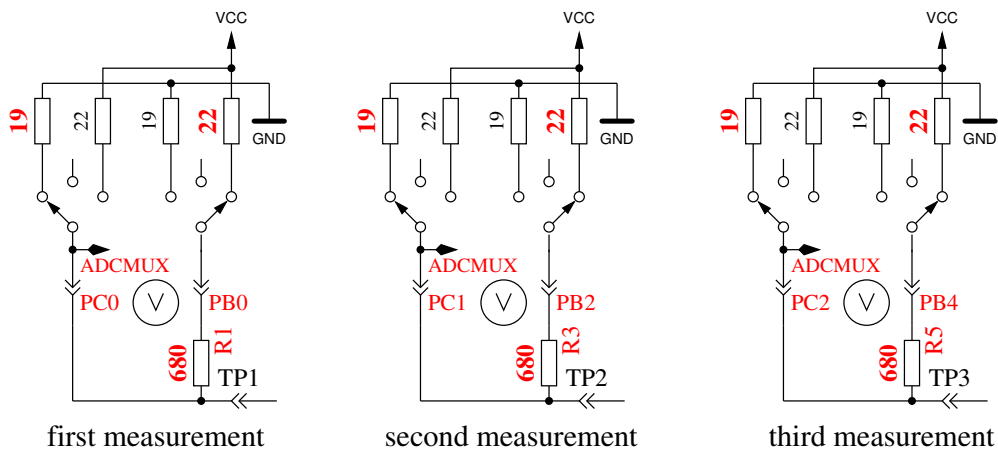

Abbildung 5.33: Messung des Innenwiderstandes von auf GND geschalteten Port C Ausgängen.
- Dieser Schritt testet die **Fähigkeit von mit GND (-) verbundenen 470kΩ Widerständen (H) die Testpins auf GND zu ziehen**. Zeile 1 zeigt den Text „RH-“. Zeile 2 sollte für alle drei Pinne Null mV anzeigen.
- Dieser Schritt testet die **Fähigkeit von mit VCC (+) verbundenen 470kΩ Widerständen (H) die Testpins auf VCC zu ziehen**. Zeile 1 zeigt den Text „RH+“. Der bestmögliche mV Wert für die drei Messungen wäre 5001 in Zeile 2. Große Abweichungen vom Idealwert für Schritt 5 und 6 sind Fehler wie Isolations Problem, Flußmittelreste oder beschädigter Port.
- Messung des Innenwiderstandes eines auf GND geschalteten Ausganges.** Der Text in der ersten Zeile des LCD ist „Ri.Lo = (mV)“. In der zweiten Zeile des LCDs werden drei Spannungswerte angezeigt. Die internen Port C Widerstände von auf GND (-) geschalteten Ausgängen werden mit dem Strom der nach VCC (+) geschalteten 680Ω Widerstände gemessen, siehe Abbildung 5.33. Es werden nur die drei Pinne des ADC Ports vermessen, die Widerstands-Ports PB0, PB2 und PB4 können nicht ohne Veränderung der Hardware gemessen werden. Es wird angenommen, daß die Port Widerstände von unterschiedlichen Ports nahezu identisch sind. Um die Widerstandswerte zu erhalten, müssen die angezeigten mV Werte durch ungefähr 7 geteilt werden (siehe Schritt 8).